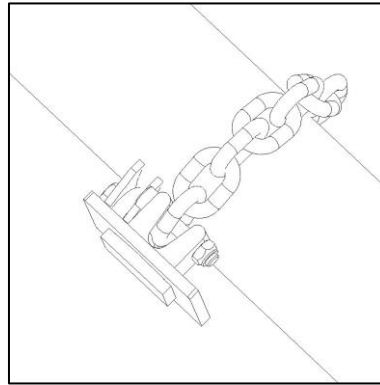

Fig. 3
- ✔ Before filling, slowly rotate the main flail shaft (at idling speed) in order for the flail chains to wrap around the shaft, such that the majority of flail plates will be free of the surface of the product (Fig. 3). (This will limit excessive start-up torque in the case of heavy products with high solids content.)
- ✔ Voor opvulling begin, draai die hoofvleëlas stadig (teen luierspoed) sodat die vleëlkettings om die as draai, op so 'n wyse dat die meeste van die vleëlplate vry sal wees van die oppervlak van die produk (Fig. 3). (Dit sal oormatige aansitwringkrag beperk in die geval van swaar produkte met hoë soliedestofinhoud.)